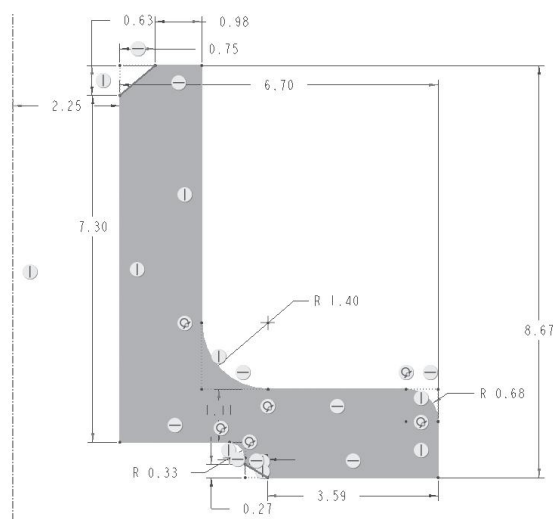

图 2-1-6 绘制倒角结构
- (1) 在草绘器中，单击“倒角”按钮，执行“倒角”命令。
- (2) 系统提示“选取两个图元”时，分别在两个图元上单击，单击两个图元的位置点 1、点 2，系统自动创建倒角。
- (3) 系统再次提示“选取两个图元”时，继续选取两个图元，创建另一个倒角。直至单击鼠标中键，结束命令。
- (4) 参照法兰盘的倒角轮廓创建倒角结构，如图 2-1-6 所示。